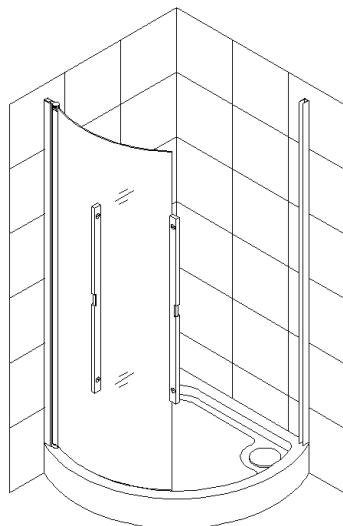

Рис. 6
4. Стеклопанель L **(01)** вставьте вертикально в настенный профиль. Просверлите отверстия в верхней части настенного профиля, а затем закрепите, используя шурупы с круглой головкой ST4.2×10 **(07)** и декоративные заглушки **(12)**. По аналогичной схеме установите стеклопанель R **(02)**. См. рис. 6, 7, 8, 9 для более подробной информации.